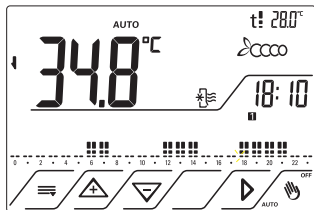
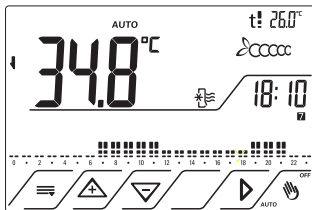

Fig.7
Fig.8
- Programma di Raffrescamento per i giorni da Lunedì a Venerdì fig.7, per il Sabato e Domenica fig.8: